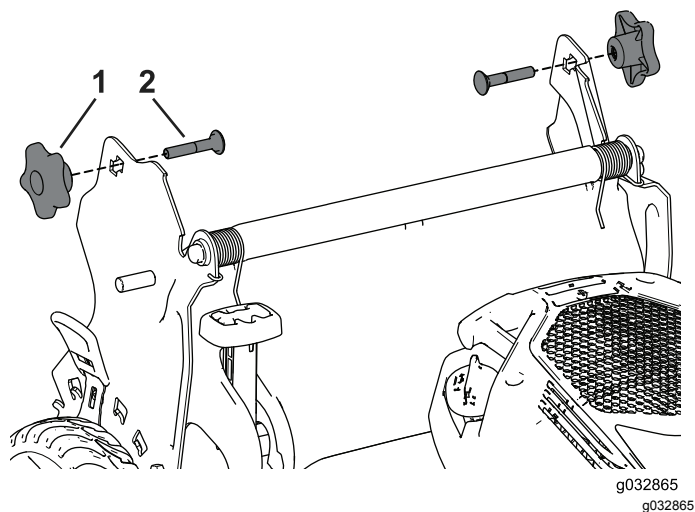

Bild 30
4. Führen Sie die Schlossschraube (mit dem Schraubenkopf nach innen zeigend) durch die Holmhalterung und das obere Loch im Holmende. Stellen Sie sicher, dass jede eckige Schlossschraube richtig in der dazugehörigen oberen oder unteren viereckigen Öffnung der jeweiligen Holmhalterung sitzt (Bild 30).